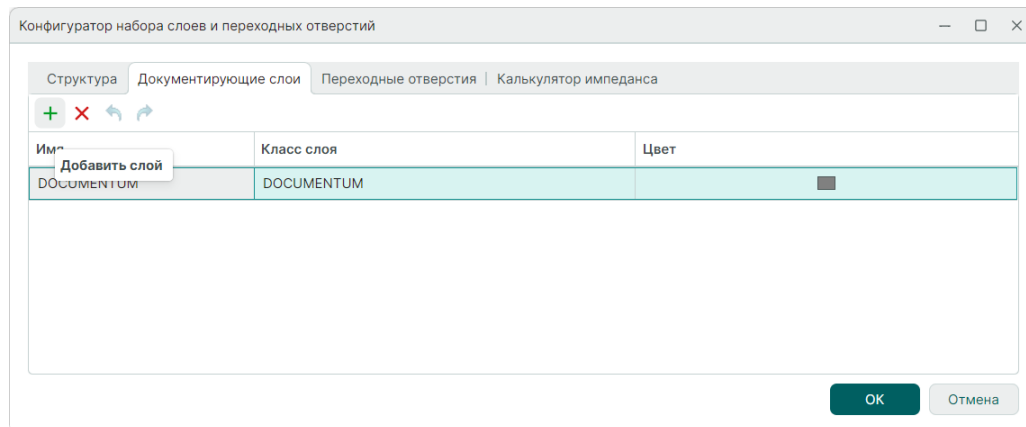

Рис. 31 Добавление документирующего слоя
2. Нажмите на символ **+** «Добавить слой», который расположен в верхней левой части окна редактора, см. Рис. 31.